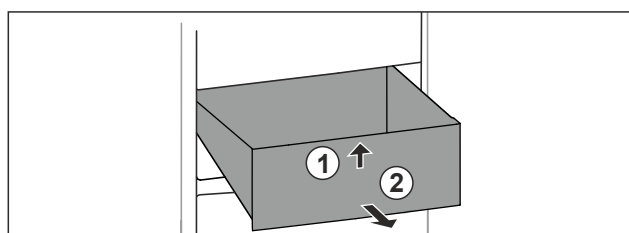

Fig. 114
- Nadzvedněte zásuvku vpředu. Fig. 114 (1)
- Vyjměte zásuvku dopředu. Fig. 114 (2)